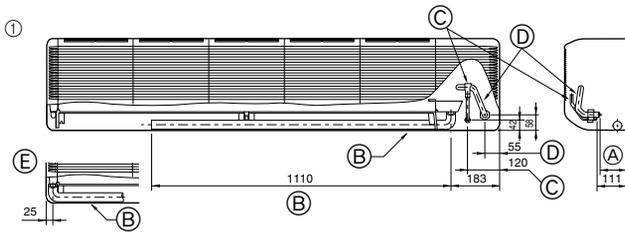

Fig. 4-3
- ① Anordnung der Kältemittel- und Abfallrohrleitungen (Fig. 4-3)